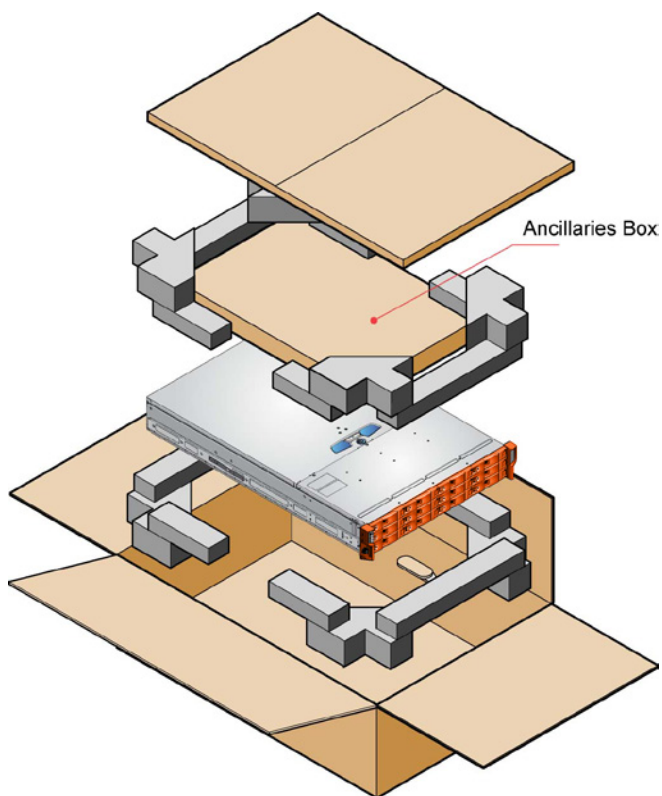

Figure 1 - Déballage du boîtier
2. Déballiez le système. Voir la Figure 1.